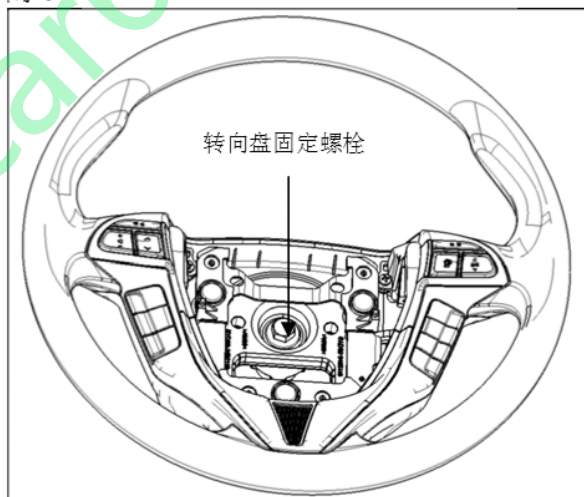

图 23
①脱开线束接头。
②使用14#套筒拆下转向盘固定螺栓，如图 23 所示。